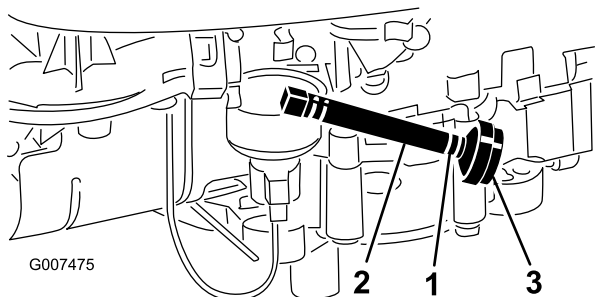

Figura 27
8. Premete le estremità della fascetta stringitubo e sfilatela dal tubo del carburante in direzione del serbatoio (Figura 27).
9. Togliete il tubo di alimentazione carburante dal filtro (Figura 27) e lasciate fuoriuscire la benzina in una tanica o bacinella di spurgo.
Nota: Il momento più opportuno per sostituire il filtro del carburante (Figura 27) è quando il serbatoio del carburante è vuoto. Non montate mai un filtro sporco qualora sia stato staccato dal tubo del carburante.
7. Premete le estremità delle fascette stringitubo ed allontanatele dal filtro (Figura 27).